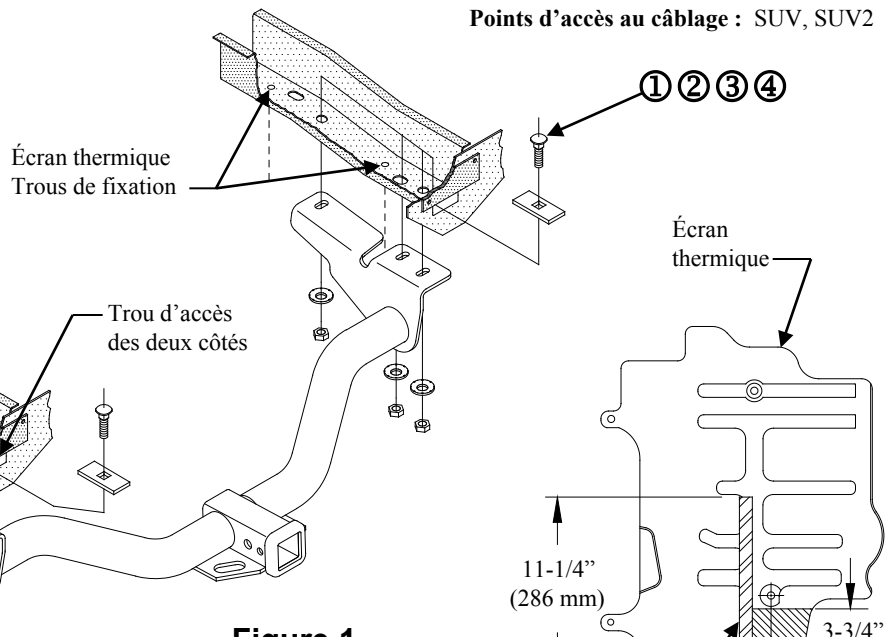

Figure 1
①	Qté (6)	Boulon de carrosserie 7/16-14 x 1-3/4 GR5	④	Qté (6)	Écrou hexagonal 7/16-14
②	Qté (6)	Bloc espaceur 1/4'' x 1 x 3	⑤	Qté (1)	Boulon hexagonal M6 x 1.00 x 20mm CL8.8
③	Qté (6)	Rondelle conique dentée 7/16''	⑥	Qté (1)	Rondelle plate - 1/4''
2. À l'aide d'un fil de tirage, acheminer les boulons de carrosserie et les blocs à travers la fente d'accès à l'extrémité du cadre, comme illustré à la figure 1.